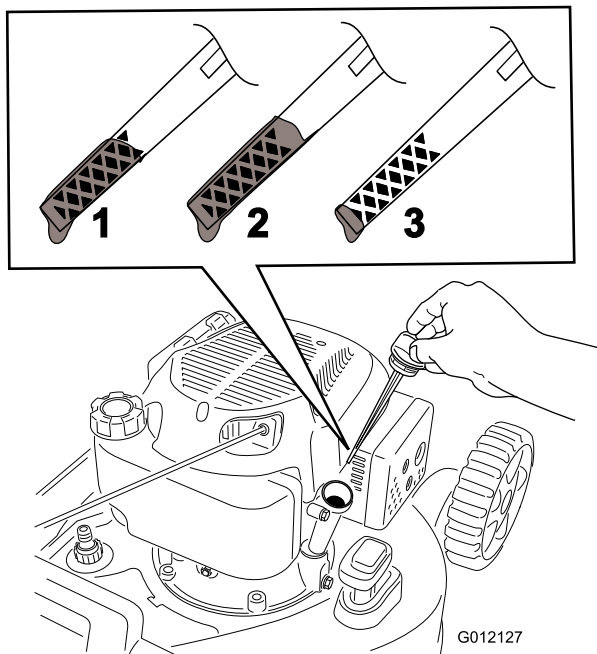

Figura 7
2. Girate il tappo in senso antiorario ed estraete l'asta di livello (Figura 7).
7. Controllate il livello dell'olio sull'asta (Figura 7).